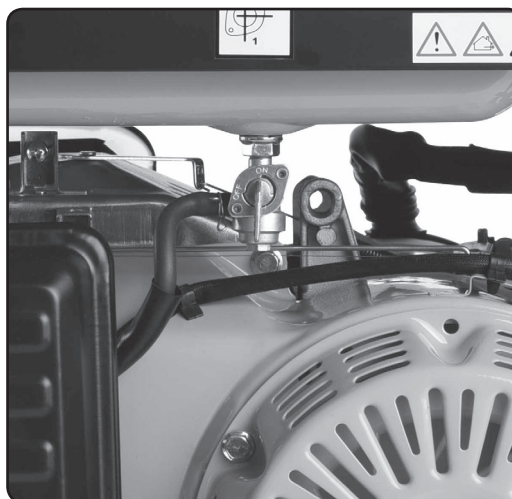

Рис. 15
8. Переведіть паливний кран у позицію «ON» (див. піктограму на рамі генератора), див. рис. 15.